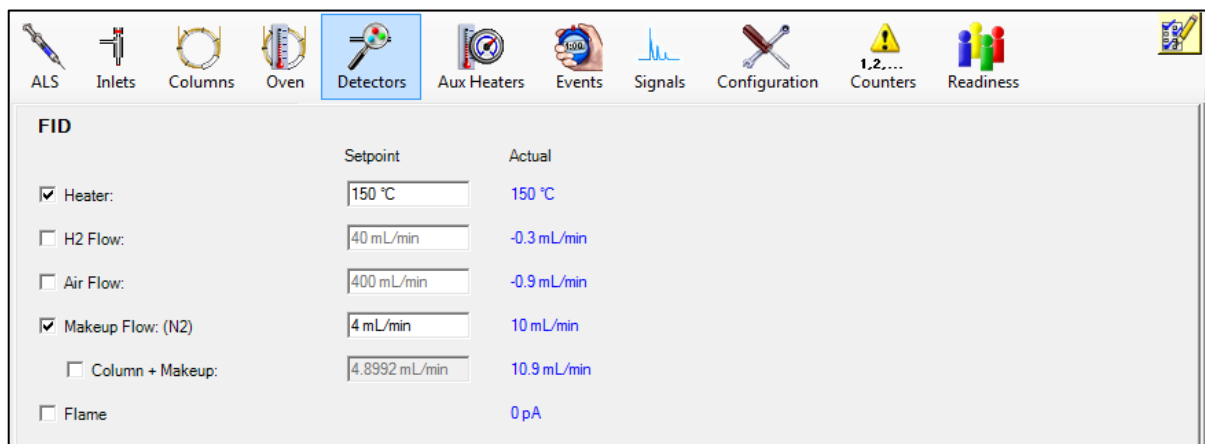

Figura 16. Ícone "Detectors" da janela "GC Edit Parameters", incluindo exemplo de preenchimento de informações.
- 4.1.43** Clique no ícone "Detectors" da janela "GC Edit Parameters" (Figura 16).